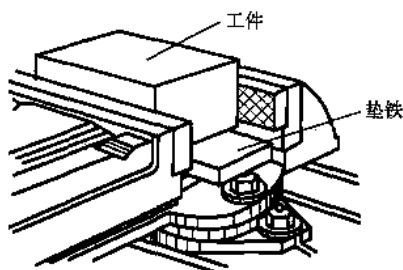

图 1-5 机用虎钳装夹工作
② 图 1-5 所示为毛坯件安装在机用虎钳内（使用机用虎钳的方法见课题二任务三），装夹时，应选择一个比较大而平整的毛坯面作粗铣的基准面，将该面与固定钳口面接触。在钳口与工件毛坯面间应垫铜皮，以防止损伤钳口。工件的定位基准面应与平口钳的固定钳口面接触。